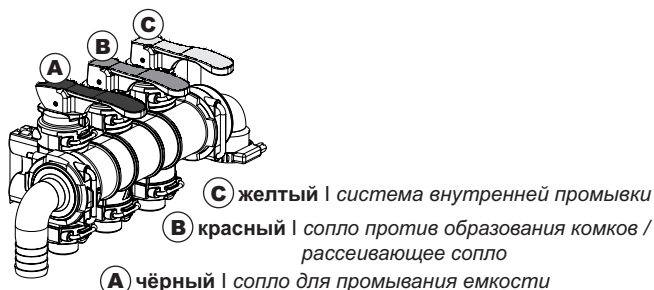

Рис. 5
- **ПРИ ЗАКРЫТОЙ КРЫШКЕ**, влейте примерно пять литров воды, поднимая **желтый рычаг (С, Рис. 5)**;
- Удерживая емкость в **НЕПОДВИЖНОМ ПОЛОЖЕНИИ**, приведите в действие сопло, поднимая **черный рычаг (А, Рис. 5 + Рис. 6b)** и запуская процедуру мойки емкости.
- Снова поднимите **желтый рычаг С** (Рис. 5) чтобы добавить воду для правильного предварительного смешивания.
- Опустите **желтый рычаг С** (Рис. 5).
Поднимите все три рычага (А, В и С, Рис. 5): таким образом заработают все распылители для промывки внутренних стенок.
После этого перекройте поступление воды в смеситель, опуская **все три рычага (А, В и С, Рис. 5).**